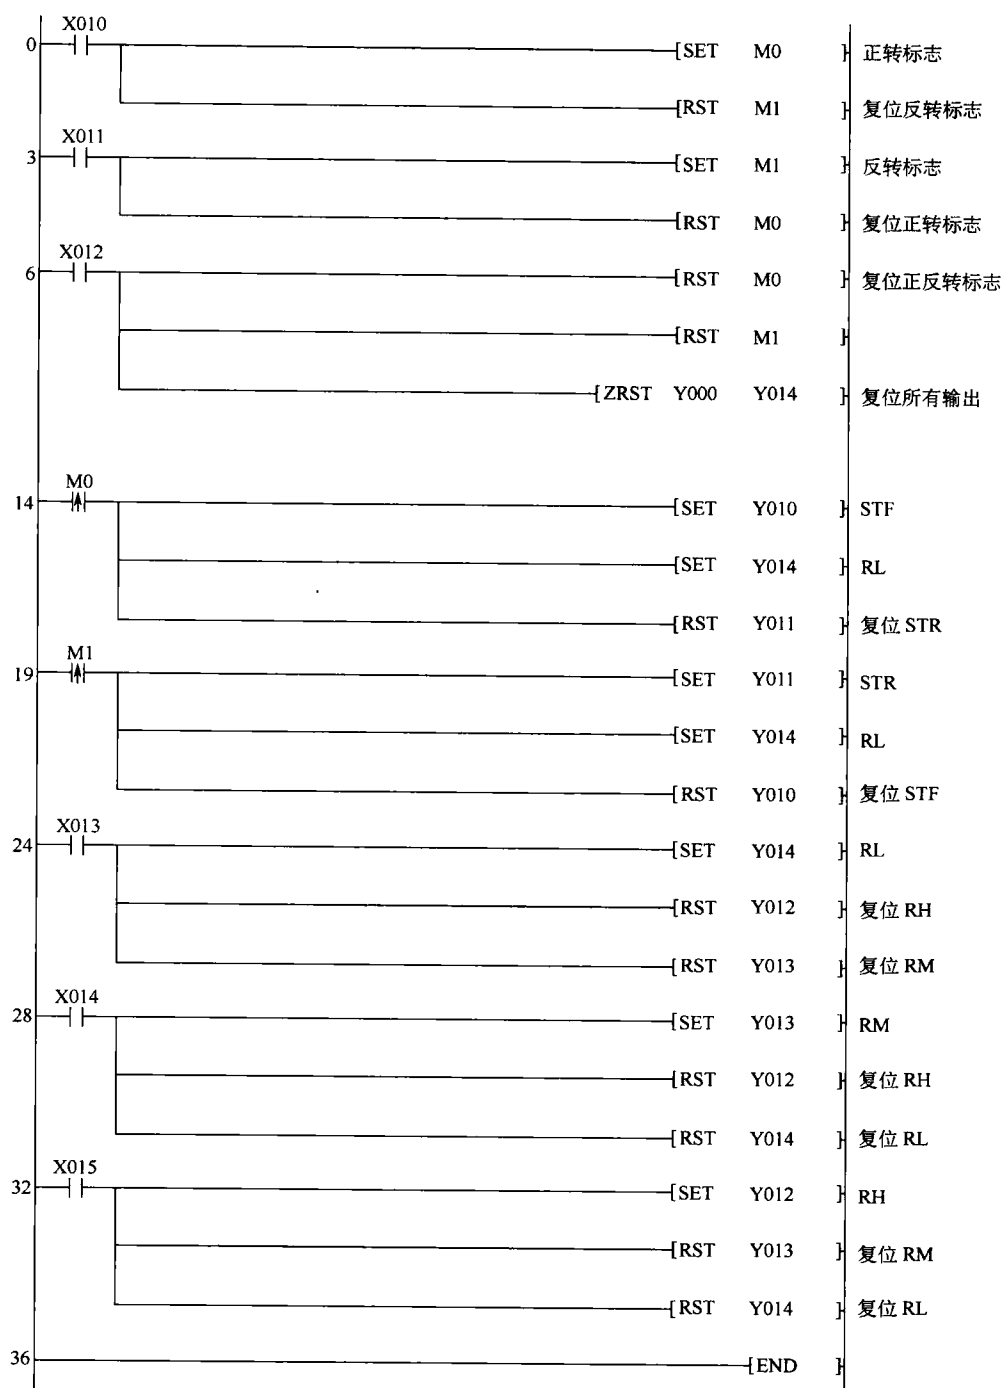

图 8-15 变频器三速控制程序
(3) 控制程序 变频器三速控制程序如图 8-15 所示。
(4) 变频器参数 PR. 4 = 45 高速设置为 45Hz；PR. 5 = 35 中速设置为 35Hz；PR. 6 = 25 低速设置为 25Hz；PR. 79 = 3 设置为多速段组合模式。